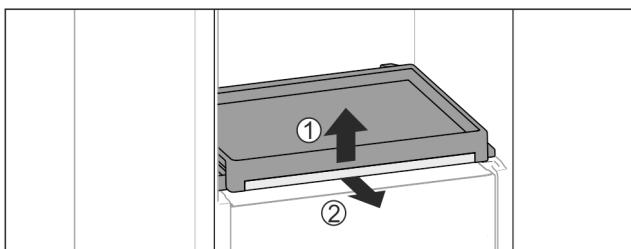

Fig. 132
- Выньте выдвижную панель со стеклянной панелью: Слегка приподнимите спереди стеклянную полку Fig. 132 (1) и потяните вперед Fig. 132 (2).